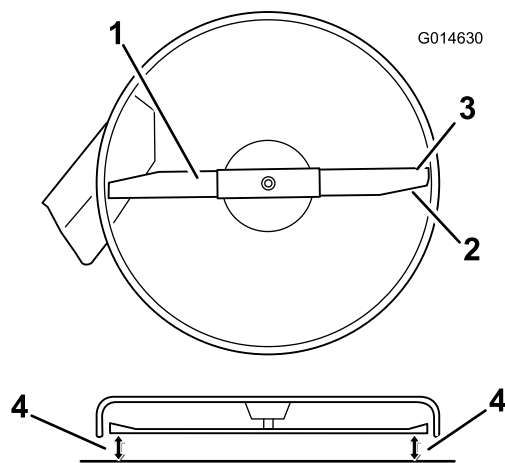

Figure 50
- Faites pivoter les lames avec précaution pour qu'elles soient toutes parallèles (Figure 50).
5. Mesurez la distance entre les tranchants extérieurs et le sol plat (Figure 50). Si les deux mesures diffèrent de plus de 5 mm, un réglage s'impose. Poursuivez la procédure.